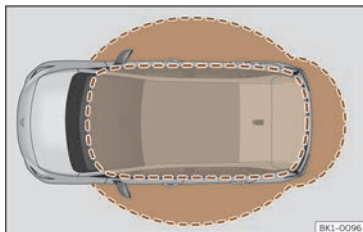

Fig. 71 Keyless Access : zones de proximité.
- Le véhicule est déverrouillé lorsque la clé de contact est détectée dans la zone de proximité >>> **fig. 71**. Tous les clignotants s'allument deux fois.